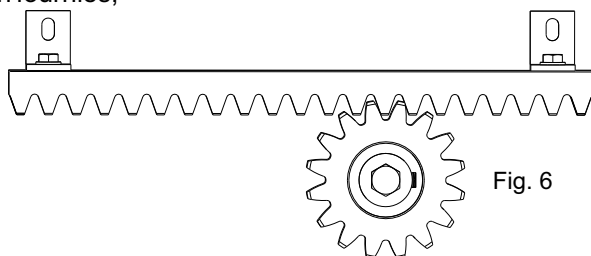

Fig. 6
5.3. poser l'élément de la crémaillère sur le pignon denté du motoréducteur de façon qu'il résulte parallèle à la guide du pavement du portail et le positionnant comme dans Fig. 6 et percer des trous en correspondance des trous des supports à L dans la partie supérieure des fentes et fixer au vantail avec les vis non fournies;